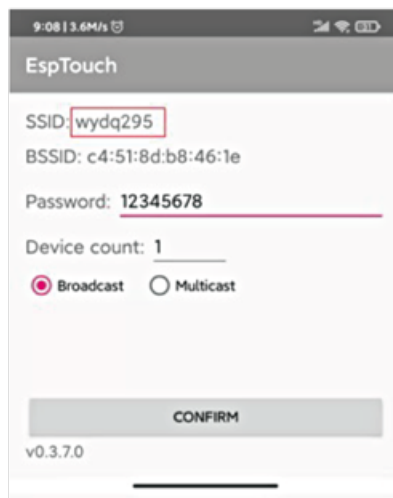

Abb. 6-4 APP interface
- d) Öffnen Sie die esptouch-App, geben Sie das Kennwort für den Namen des WLAN-Netzwerks ein (siehe Abb. 6-4) und lassen Sie das Telefon in der esptouch-App.